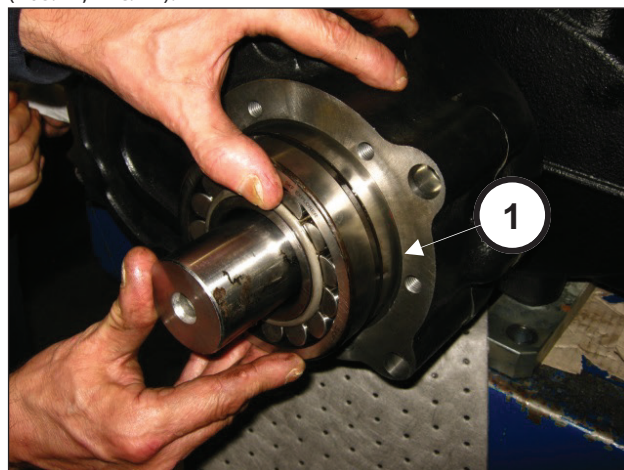

Рис. 74
Установите подшипник 60х130х46 на ведущую шестерню (поз. ①, Рис. 74).